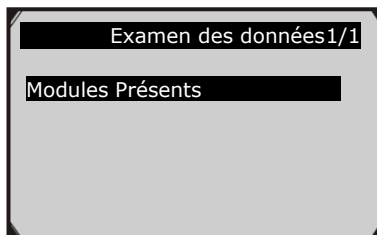

Figure 4.2
- Si aucune donnée du véhicule testé précédemment n'est enregistrée, seules les données **Modules présents** contenant l'ID du module et le type de protocole peuvent être examinées. (Figure 4.2)